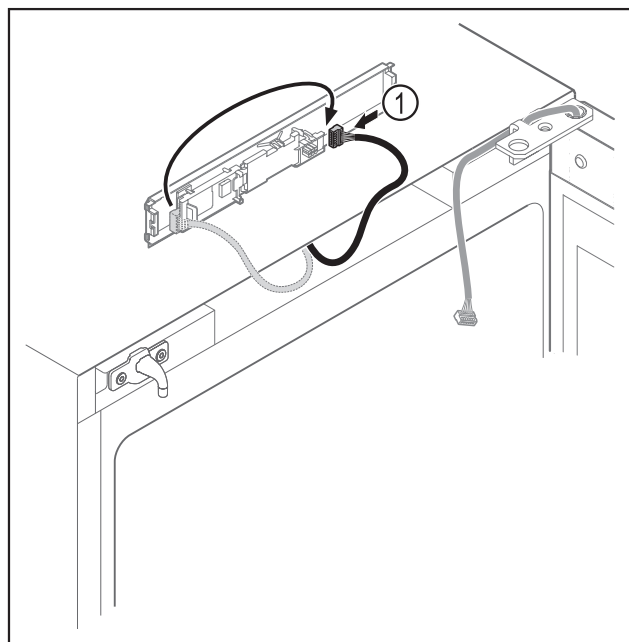

Fig. 16
- ▶ Flytta kontakten Fig. 16 (1) till kretskortet.